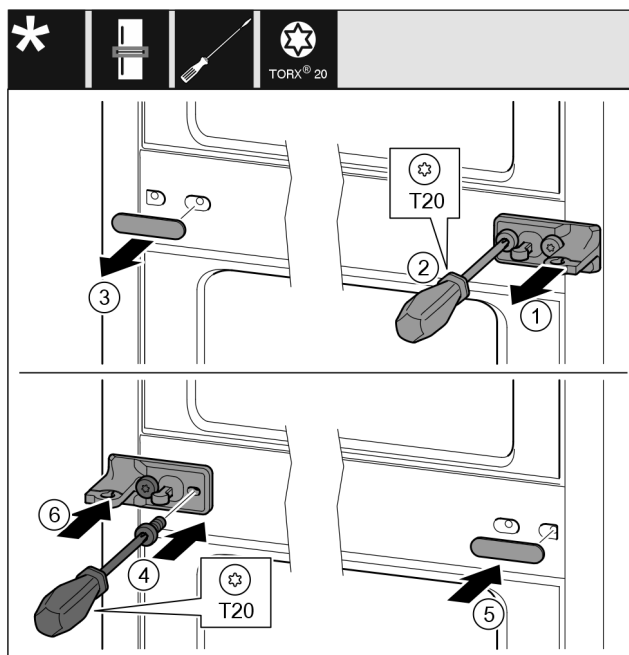

Fig. 33
- ▶ Свалете шайбата. Fig. 33 (1)
- ▶ Отвийте винтовете с отвертка T20. Fig. 33 (2)
- ▶ Свалете внимателно капака. Fig. 33 (3)
- ▶ Затегнете здраво от другата страна лагерната стойка с фолио, завъртяна на 180°. Fig. 33 (4)
- ▶ Поставете капака, завъртян на 180°, от другата страна. Fig. 33 (5)
- ▶ Нахлузете отпред шайбата. Fig. 33 (6)